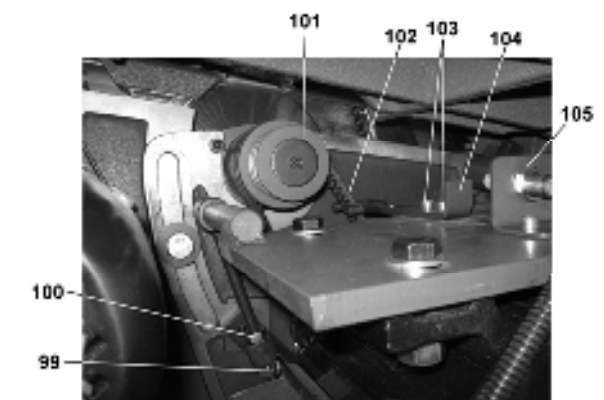

Рис. 26
9.4.5. Натяните и надёжно закрепите приводные ремни (102). Помните, чрезмерное натяжение ремней приводит к их преждевременному выходу из строя, Рис.26.